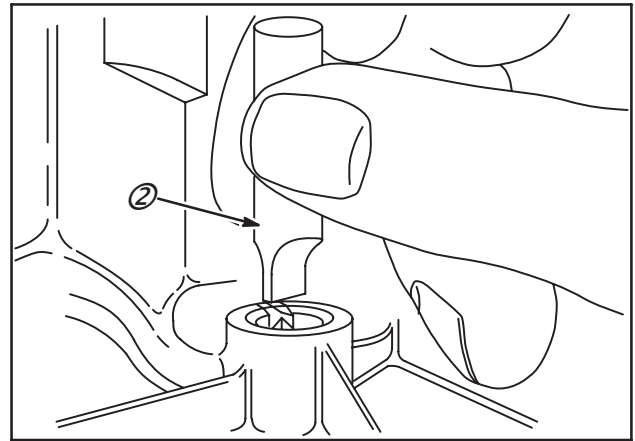

Fig. 5
Contrôler l'usure des paliers d'arbre à cames avec le tampon de contrôle Réf. : **19164** (2), comme indiqué, Fig. 5. Si le tampon de contrôle entre de 6 mm ou plus, le palier est usé au-delà de la cote de rejet et le cylindre, le carter d'huile ou le flasque doit être remplacé.